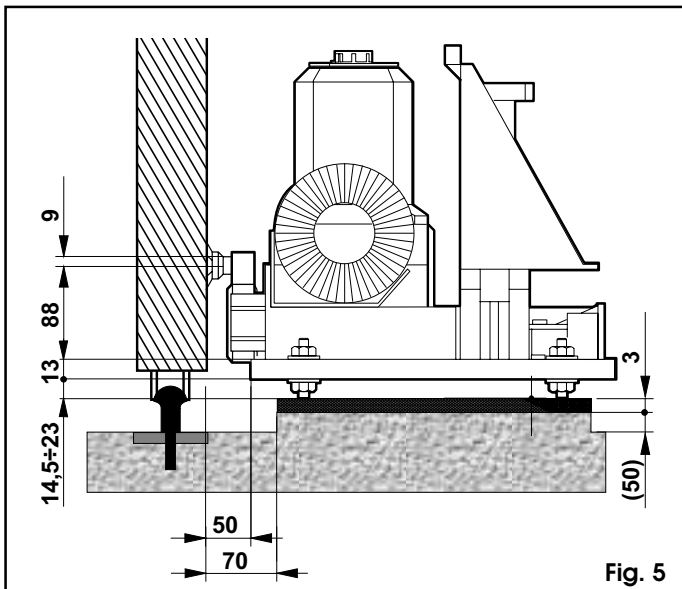

Fig. 5
*Nota bene:* è consigliabile collocare la piastra su un basamento di cemento a circa 50 mm dal suolo (fig. 5).
Il posizionamento dell'operatore è indicato nella fig. 5.